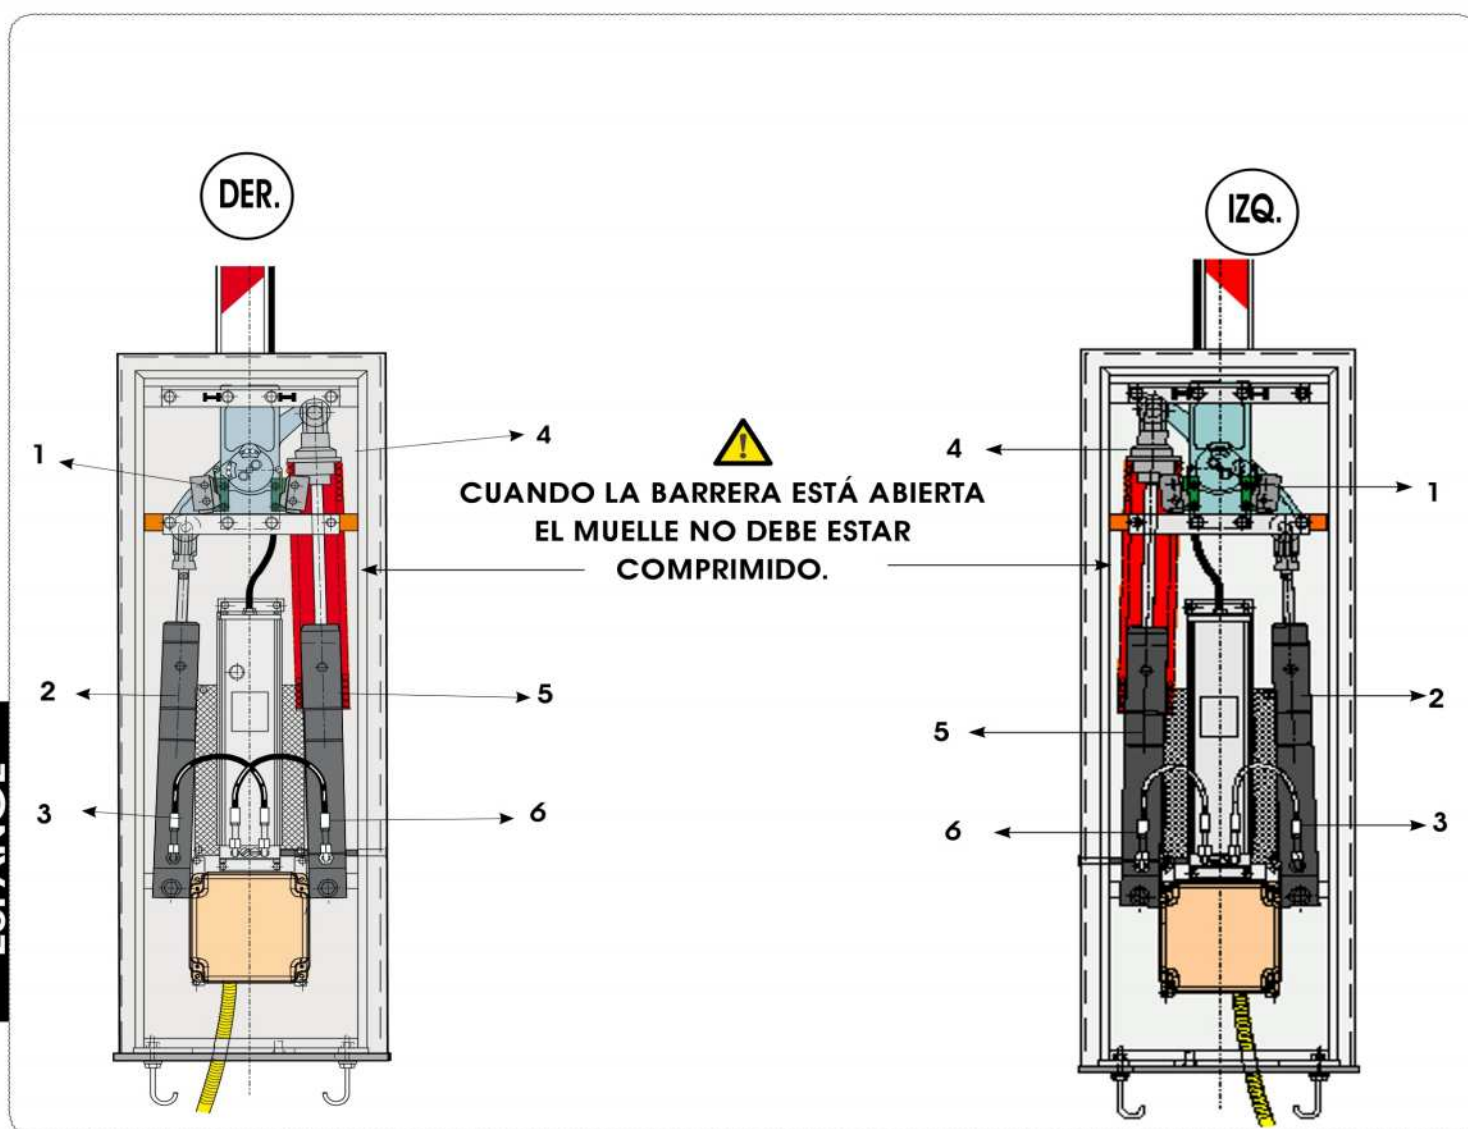

Fig. 18
5. Afloje completamente la tuerca de regulación del muelle (Fig. 18 ref. ④).
6. Desconecte los tubos de alimentación (Fig. 18 ref. ③ y ⑥) de los dos émbolos y tape los racores.
7. Desmonte los dos émbolos (Fig. 18 ref. ② y ⑤) de los empalmes superiores e inferiores e invierta la posición colocando el balancín (Fig. 18 ref. ① ) hasta el tope del bloqueo mecánico de final de carrera en apertura.
9. Conecte los tubos de alimentación como se indica en la Fig. 18 en función de la configuración de la barrera (DER. o IZQ.).